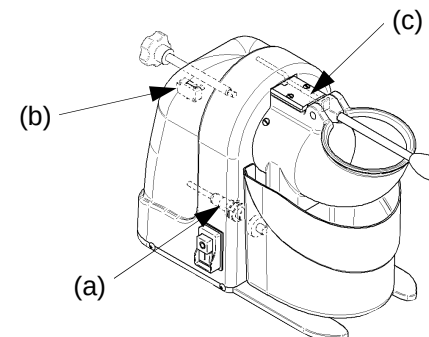

Рис. 7
Перед тестированием машины, убедитесь, что (рис. 7):
- проверьте, не включается ли машина при вставлении ключа (пункт В), держите руки подальше от машины (рис. 7).
5.2 – Расположение предохранительных микро выключателей (см рис. 7)
3. вставьте ключ в отверстие на обратной стороне измельчителя (см. рис. 7) и поверните ключ по или против часовой стрелки, проверяя изменения толщины ножа в контейнере при поднятом прижимном рычаге;